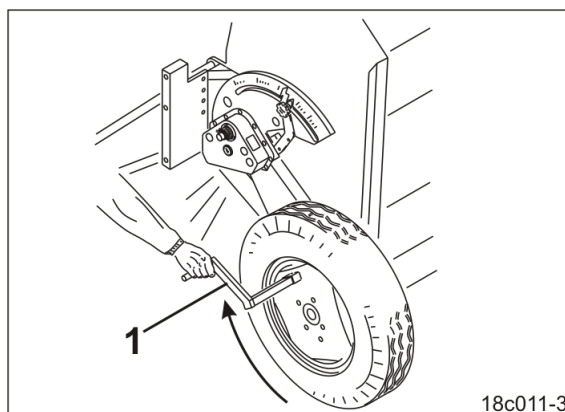

Fig. 223
12.3. Colocar a manivela giratória (Fig. 223/1) no tubo quadrado da roda direita.